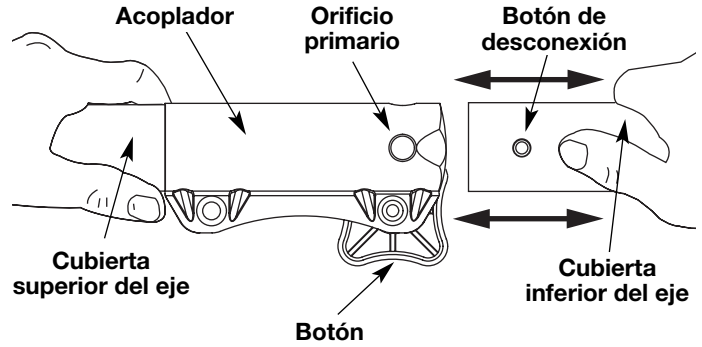

Fig. 2
3. Mientras sujeta firmemente el bastidor del eje superior, separe el accesorio del recortador de bordes del acoplador (Fig. 2).
3. Mientras sostiene el accesorio con firmeza, empújelo en línea recta en el acoplador (Fig. 2).
PRECAUCIÓN: Trabe el botón de desconexión en el orificio primario (Fig. 2) y ajuste bien la perilla antes de operar esta unidad.